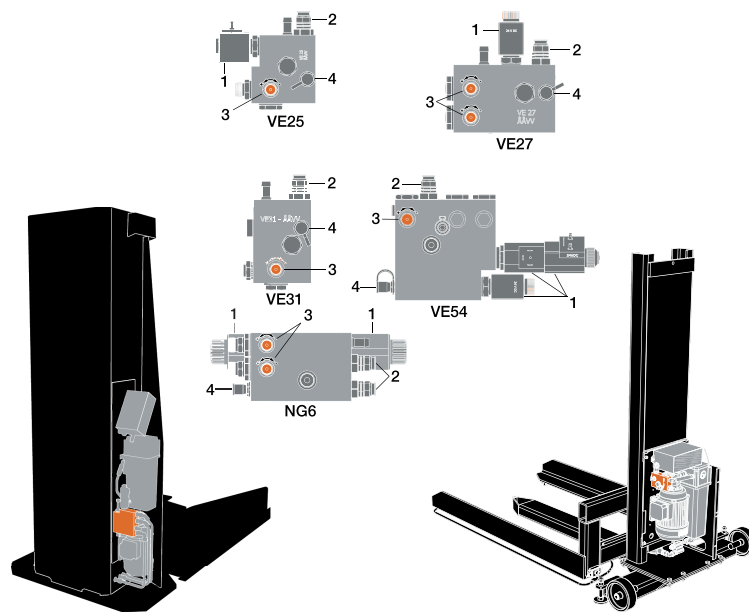

Figure 23 Le distributeur est monté sur le groupe hydraulique. Il existe différents types de distributeurs selon le produit et sa configuration
1. Il existe différents types de distributeurs selon le produit et sa configuration. Identifiez le type de groupe hydraulique de votre produit. Voir figure 23.
2. Connectez un manomètre adapté sur la sortie. Voir rep. 4, figure 23. La sortie est équipée d'un capuchon protecteur qui doit être retiré avant connexion.